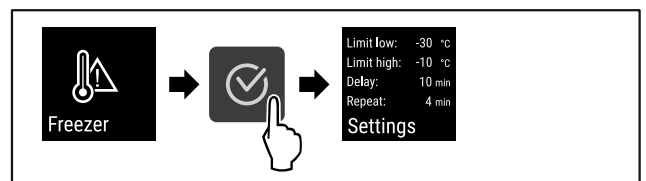

Fig. 102
- ▶ Изпълнете стъпките (виж Fig. 102).